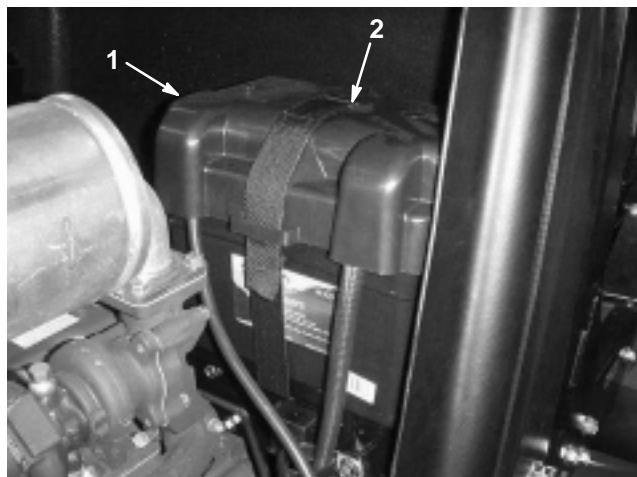

Figure 55
2. Retirez la sangle et le couvercle de la batterie (Fig. 55).